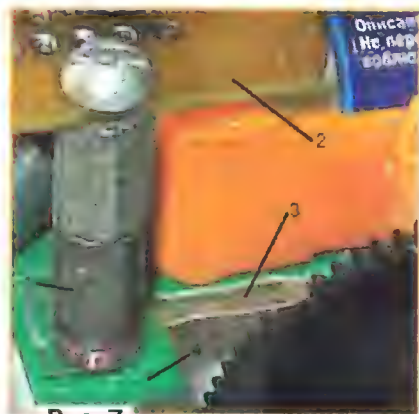

Рис. 7
Опорные колёса должны вращаться независимо друг от друга и только в одном направлении (вперёд), иначе робот будет "ёрзать" на месте. Для обеспечения такого движения предназначены два стопора, вырезанных из пластмассы от пластиковой бутылки, по одному на каждое колесо. На **рис. 7** показан один из них (3), он закреплён на платформе 4 с помощью стойки 1, на которой установлена печатная плата 2.